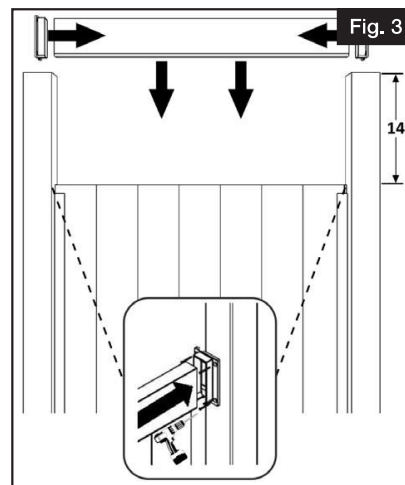

Fig. 3
- Deslizar los soportes por el travesaño superior y colocar el travesaño encima de los tablones verticales con lengüeta y ranura (Fig. 3).
- Montar los soportes en los postes con los 4 tornillos incluidos en cada soporte. Insertar los tapones de cabeza de tornillo blancos para ocultar los tornillos (Fig. 3).